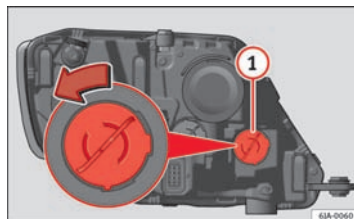

Fig. 151 Udskiftning af pære til blinklys
- Drej pæreholderen ⇒ Fig. 151 ① mod uret, og tag den af.